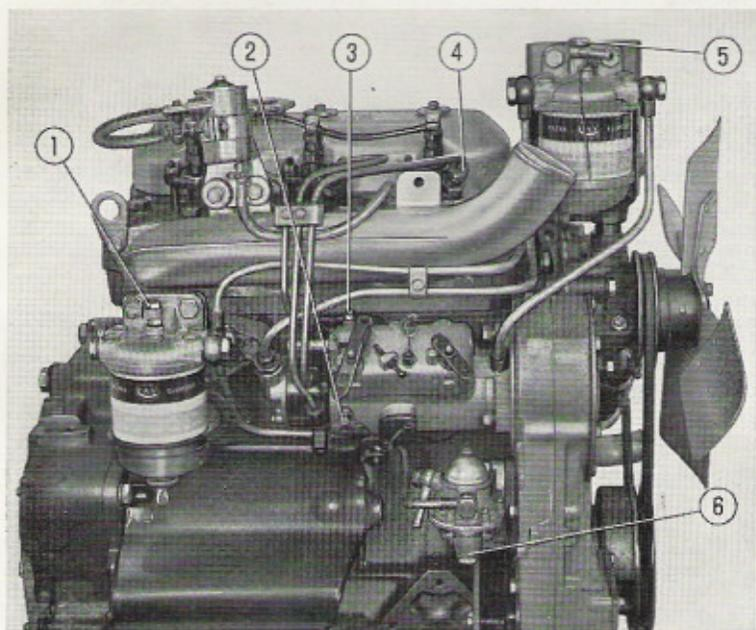

Fig. 8. - Spurgo aria dal circuito combustibile.
3. Se il trattore è rimasto inattivo per lungo tempo, oppure se si effettua il primo avviamento a temperatura ambiente bassa, azionare una ventina di volte la levetta d'innesco della pompa alimentazione (vedere fig. 8).
L'entrata d'aria nel circuito del combustibile si verifica durante i lunghi periodi d'inattività del trattore, quando si smontano i filtri e le tubazioni e quando si esaurisce il combustibile del serbatoio. La presenza d'aria rende impossibile l'avviamento del motore e perciò occorre spurgarla. Lo spurgo va eseguito con il serbatoio rifornito ed il relativo rubinetto aperto procedendo nel modo seguente (fig. 8).
...ivo rubinetto aperto procedendo nel modo seguente (fig. 8).